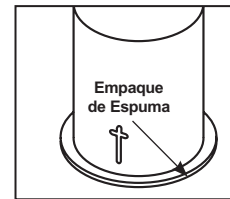

Figura 3
Paso 3. Localice el sobre del kit de empaques Air-Loc proporcionado en la caja del accesorio. Coloque el empaque de espuma en la superficie superior del anillo de metal de la lata (Figura 3).